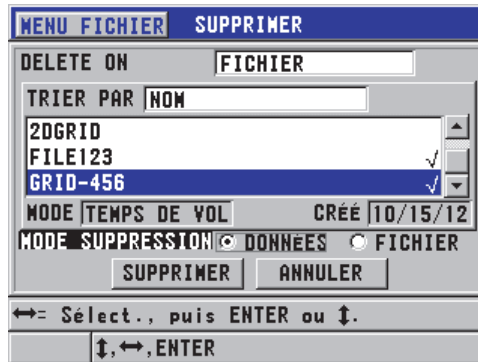

Figure 6-31 Suppression de fichier
2. Dans l'écran **SUPPRIMER**, faites ce qui suit (voir la Figure 6-31 à la page 130) :